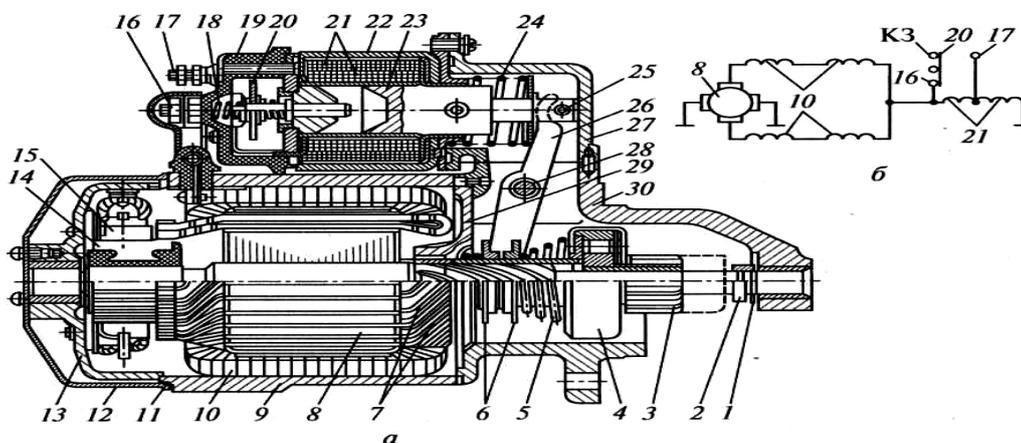
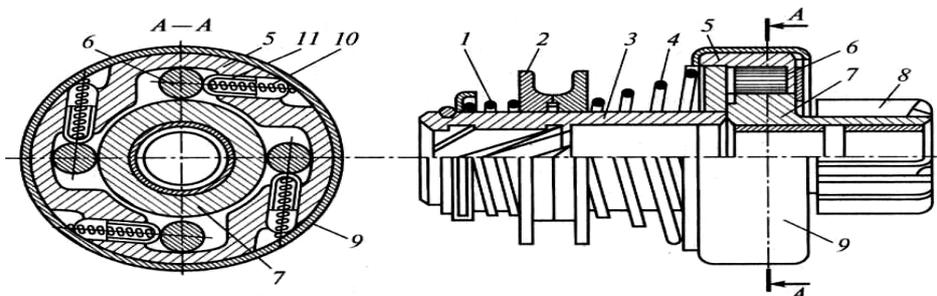

Рис.5.5. Стартер СТ230-А1: а – продольный разрез; б – электрическая схема
Рис.5.8 Роликовая муфта свободного хода
*Механизм привода.* Механизм привода имеет муфту свободного хода 9 (рис.5.8), которая передает крутящий момент от стартера на маховик и исключает передачу вращения от маховика на вал стартера после пуска двигателя, предотвращая тем самым разнос якоря.
В случае неудавшегося пуска двигателя или заклинивания шестерни привода в зубчатом венце маховика ограничительная пружина 1 позволяет переместить поводковую муфту 2 и рычаг 26 (см. рис. 5.5, а) влево до отказа, при этом верхний конец рычага через якорь реле отключает стартерную цепь. Буферная пружина 4 (см. рис. 5.8) позволяет вводить в зацепление с венцом маховика шестерню 8 и в том случае, когда зуб шестерни не попадает во впадину венца. Пружина, сжимаясь, дает возможность контактному диску замкнуть контакты тягового реле и повернуть якорь стартера. Кроме рассмотренных элементов, в систему пуска также входят средства облегчения пуска двигателя при низких температурах окружающего воздуха.